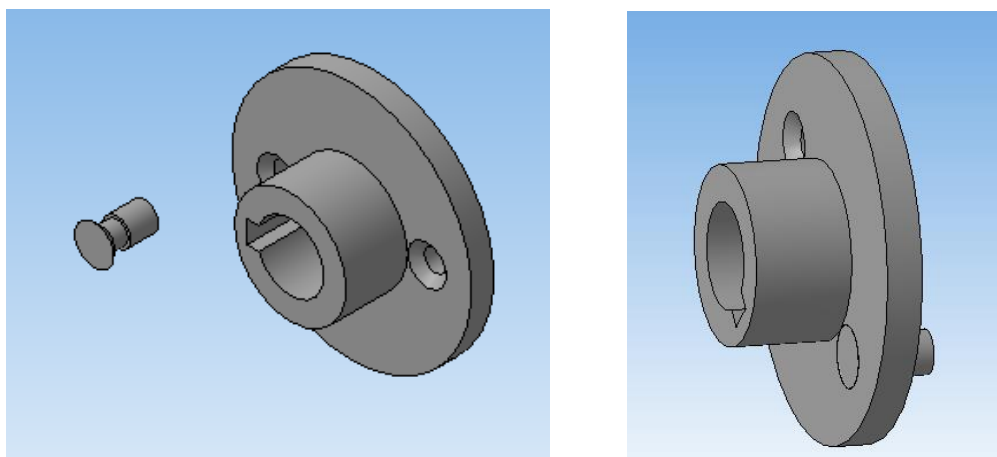

Рисунок 120.
2. Аналогичным образом добавьте из файла деталь «Палец», расположив его произвольно, в стороне от «Поводка» (рисунок 120). Сразу же переименуйте в дереве построения «Деталь» на «Палец».